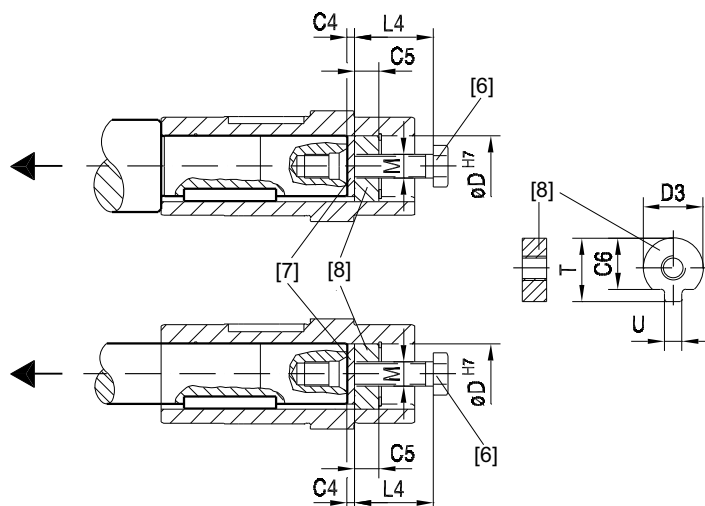

Fig. 27 : Démontage
1. Desserrer la vis de fixation (6).
2. Retirer le circlips (3) et le cas échéant, l'entretoise (5).
3. Comme présenté dans la fig. 27 placer la rondelle à chasser (7) et l'écrou autobloquant (8) entre l'arbre client (4) et le circlips (3).
4. Remettre en place le circlips (3).
5. Insérer la vis de fixation (6). A ce stade, l'arbre peut être séparé du réducteur.